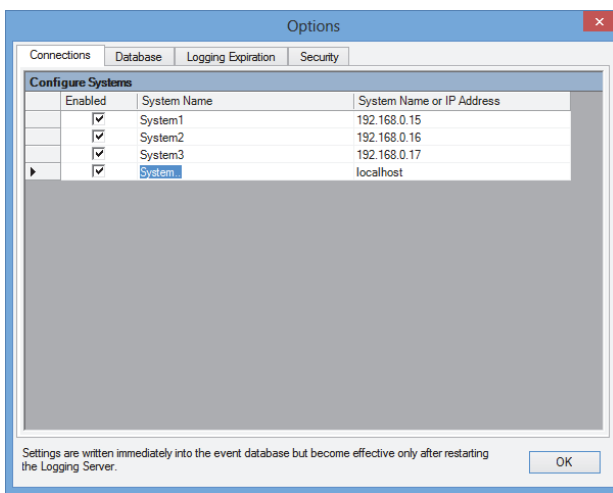

abbildung 58.6: System hinzufügen (1)
- 1 Klicken Sie auf das Feld *Enabled* der mit einem Sternchen (*) markierten Zeile. Daraufhin wird der Systemliste eine neue Zeile hinzugefügt (siehe abbildung 58.6).